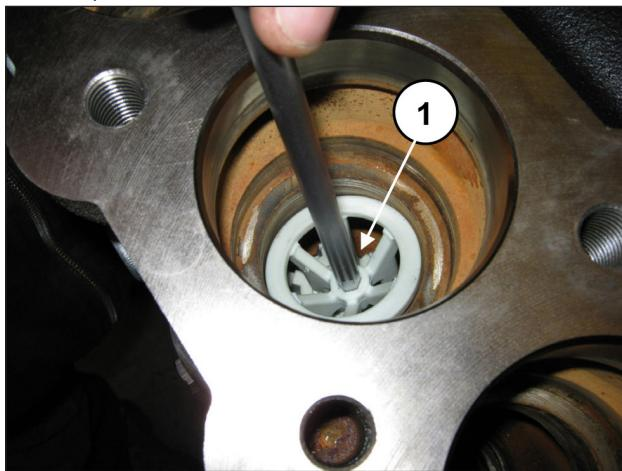

Abb. 102
Ziehen Sie das Distanzstück der Ventilführung durch Einsticken eines 8 mm Sechskantschlüssels in den entsprechenden Sitz und durch Anheben heraus (Pos. ①, Abb. 102).